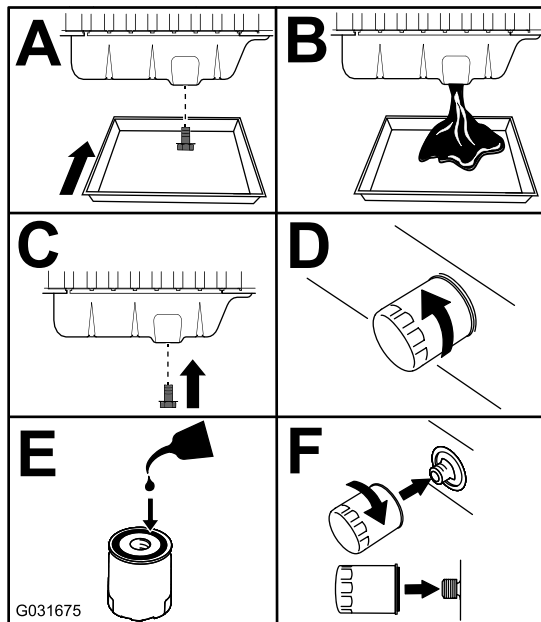

Bild 79
3. Tauschen Sie das Motoröl und den Motorölfilter aus (Bild 79).